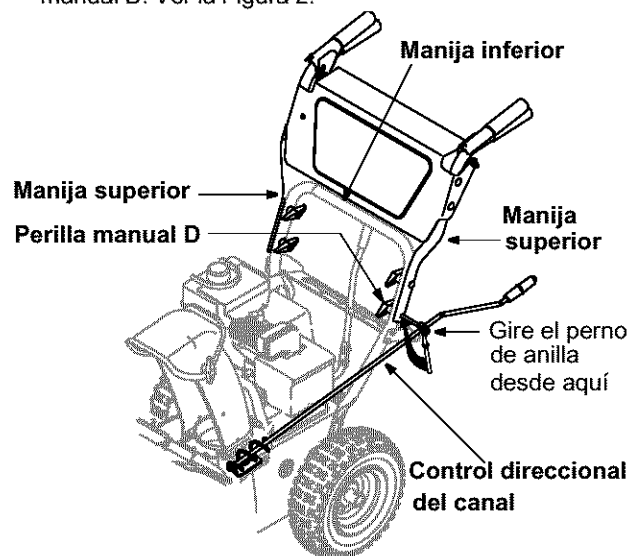

Figura 2
7. Extraiga la perilla manual del perno de anilla y gire el perno de anilla en la dirección que se muestra en la Figura 2. Inserte el perno de anilla en el orificio inferior de la manija superior izquierda y la manija inferior respectivamente. Ver la Figura 2.
8. Coloque la arandela cónica, con la parte cóncava contra la manija, en el perno de anilla y ajuste con la perilla manual D. Ver la Figura 2.